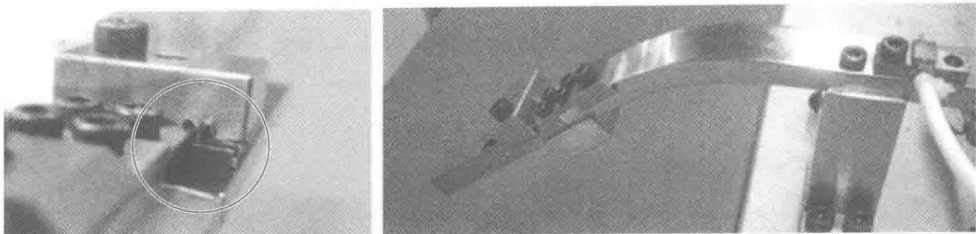
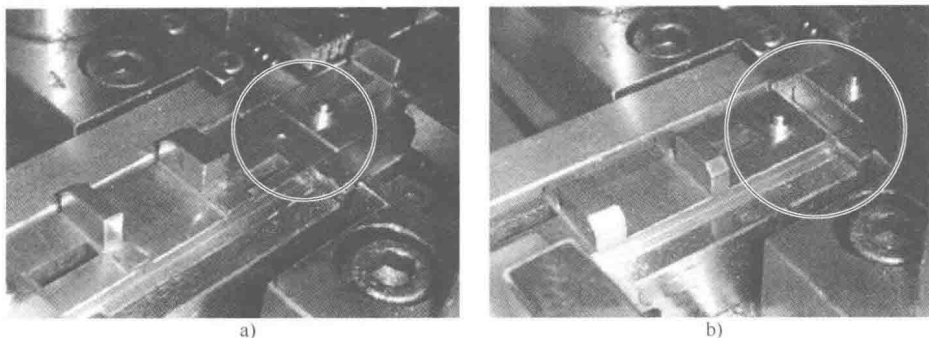

图 3-28 不合格品通不过 V 形限位
图 3-29 载具放反则进不了流道
3) 设备流程工艺本身有严谨的品质。加强设备品质,有一些方法和工具,比如防呆防错(见图3-28和图3-29)、失效模式分析、设计审查表(用图表形式罗列技术要点,易于检查确认)等。